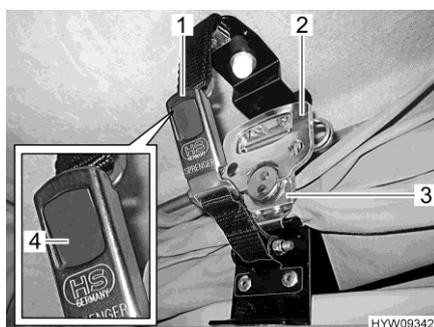

Fig. 60 Bloccaggio
- Tirare verso il basso sui due lati la serratura rapida (Fig. 60,3) e agganciarla nella piastrina di sostegno.
- Aprire la maniglia (Fig. 60,2) tramite la serratura rapida e ruotarla di mezzo giro in senso orario.
- Fissare entrambe le parti della serratura a scatto (Fig. 60,1). Il bottone a pressione grigio (Fig. 60,4) scatta in posizione.